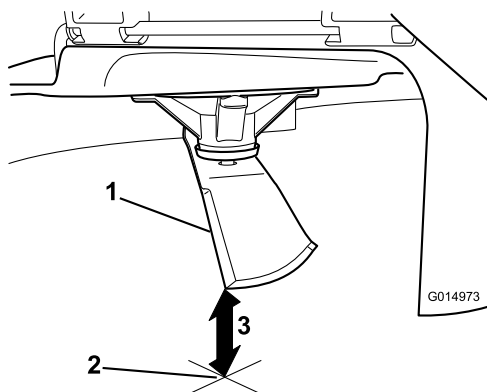

Figure 108
3. Mesurez la distance entre la pointe de la lame et la surface plane (Figure 108).